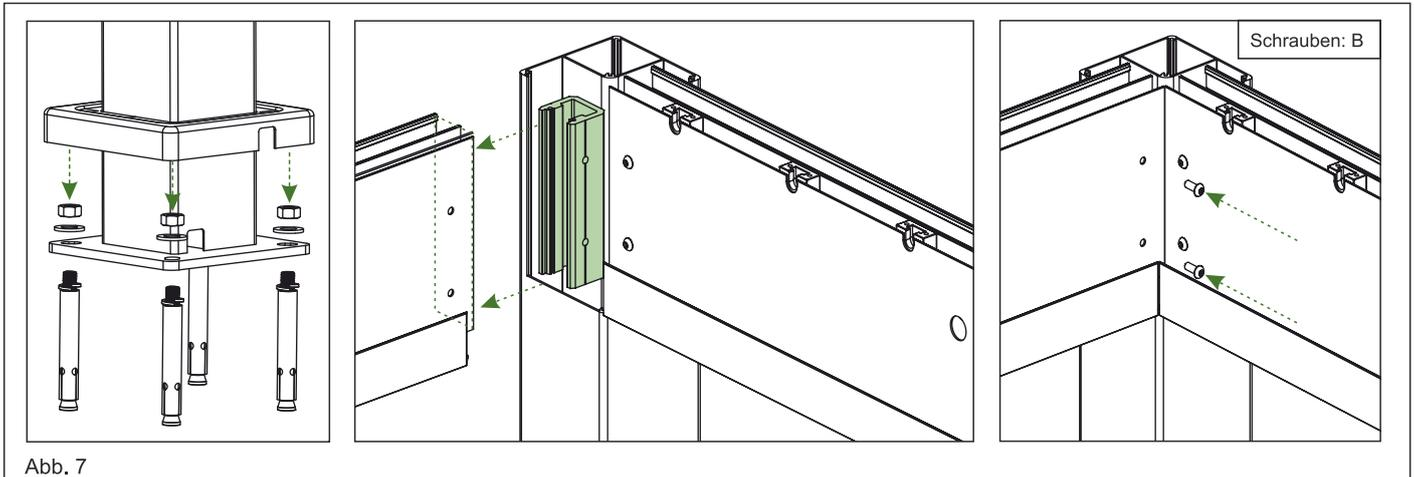

Abb. 7
3.2. Träger D ist für die Montage mit den Pfosten B und C vorgesehen. Befestigen die beiden Pfosten an dem Träger und beachten Sie dabei die Abb. 7, um die Vormontage des zweiten Rahmens abzuschließen. Siehe Abb. 6.
4.3. Danach montieren Sie den Träger A und verbinden Sie diesen auch mittels jeweils zwei (B) M6x16-Innensechskantschrauben mit den beiden Pfosten. Siehe Abb. 7.